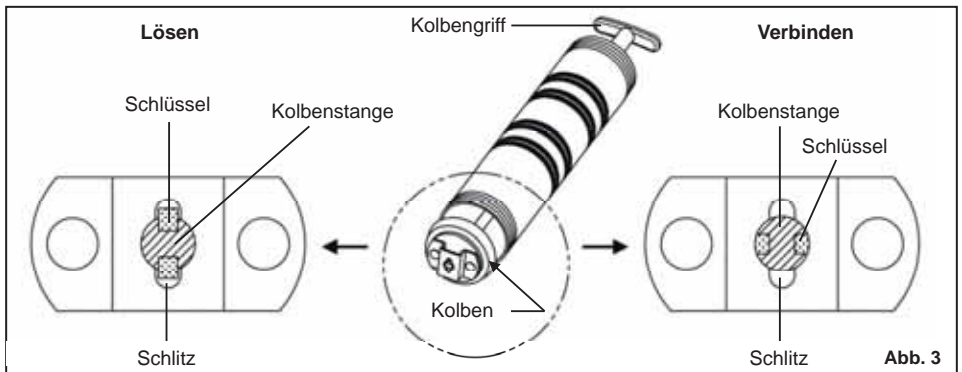

Abb. 3
2. Wenn die Presse immer noch nicht funktioniert. Ziehen Sie die Kolbenstange vollständig zurück und „verbinden“ Sie sie durch eine viertel bis halbe Drehung des Kolbengriffs, um die Position des Schlüssels festzulegen. Siehe Abb.3.
1. Stellen Sie den Kolben in „Verbinden“. Siehe Abb. 3.